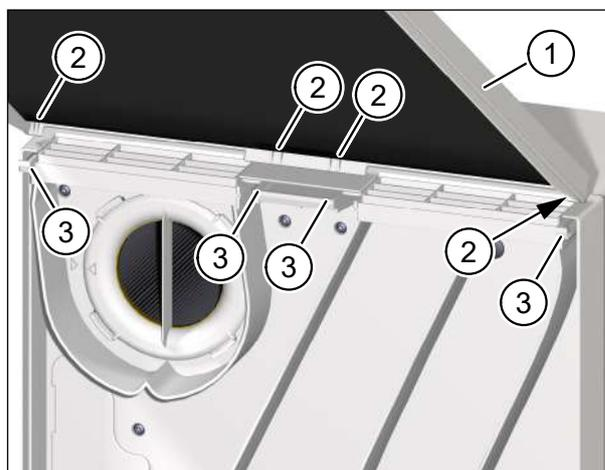

Fig. 24: Appoggio del coperchio all'apparecchio di ventilazione
- ▶ Afferrare il coperchio (pos. 1 nella Fig. 24) dell'apparecchio di ventilazione con entrambe le mani e inclinare l'angolo superiore del coperchio nella direzione dell'apparecchio di ventilazione.
- ▶ Inserire i naselli (pos. 2 nella Fig. 24) del coperchio dell'apparecchio nei supporti (pos. 3 Fig. 24) del lato superiore dell'apparecchio di ventilazione.